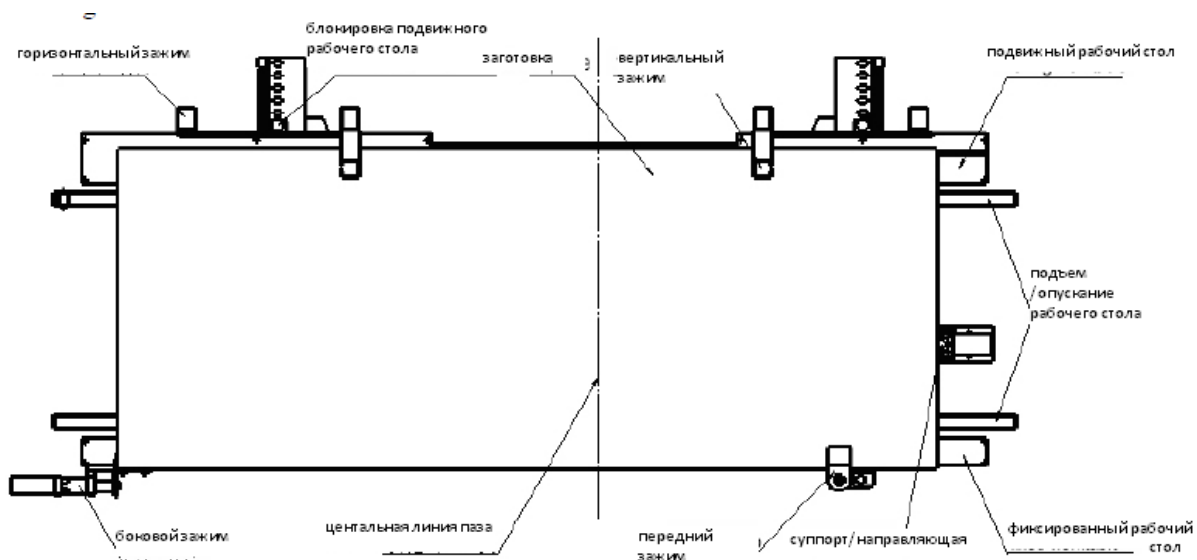

Рис. 16
Запустите оборудование , переместите рабочий стол к нулевой точке заготовки, поместите заготовку на рабочий стол так, чтобы линия паза совпала с центральной линией сверла выполнения паза (как показано на рис. 16), и чтобы центральная линия сверла выполнения петли совпала с центральной линией петли-паза, таким образом, установите основные длины.
6.5.2.1 Установите заготовку на рабочем столе, нажмите кнопку заднего упора для его подъема. Как показано на рис.16, установите положение блока измерения длины заготовки. Отрегулируйте положение переднего зажима таким образом, чтобы он не создавал помех рабочему сверлу выполнения петли. Установите деревянную панель надлежащей толщины в зависимости от расстояния между нижним краем заготовки и движущимся рабочим столом.